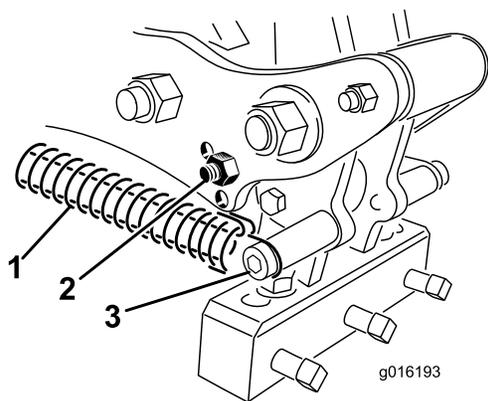

図 36
3. タインヘッドにかかっているスプリングのテンションを解除する (図 36)。
4. リンクアームからバンパーボルトとバンパーを外し、これらをもう一方の調整穴に差し込む (図 36)。